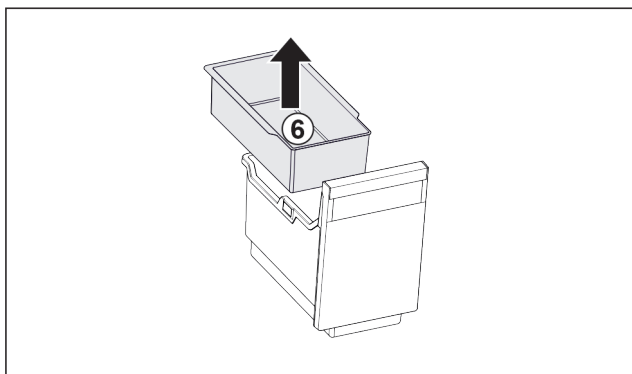

Fig. 100
- ▶ Vzemite ven Fig. 100 (6) obešalno skodelico.